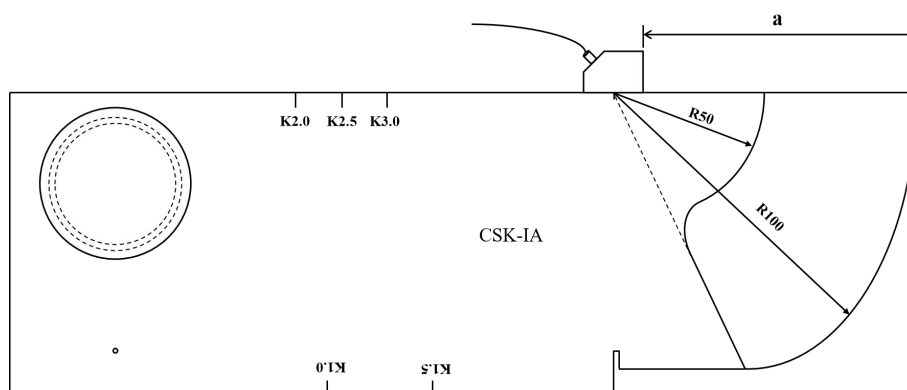

图 4.2 斜探头校准时探头放置区域
③点击【取消】，输入的数值不被保存，仪器退出自动调校；点击【下一步】，仪器自动保存设置，仪器自动开启闸门并移动闸门，使闸门分别移至开始距离和结束距离附近，常用功能界面中会弹出“功能状态栏”。
④将斜探头放置于 CSK-IA 试块表面的 R100 弧面圆心处（如图 4.2 所示），首先沿着半径方向（即平行纸面方向）微调探头位置，使闸门 B 锁住 R100 弧面最高回波；然后沿着 R50 弧面方向（即垂直纸面方向）微调探头，使闸门 A 锁住 R50 弧面最高回波，为获得较稳定的回波，按住并保持不动，直至自动调校完成。